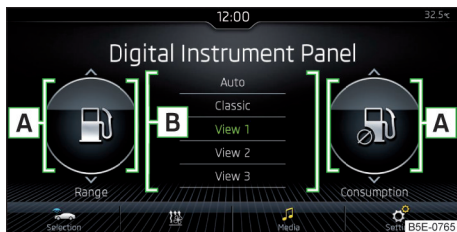

Fig. 36
- ▶ Dans les champs **A** » fig. 36, sélectionner les informations supplémentaires souhaitées par un simple mouvement du doigt verticalement sur l'écran.